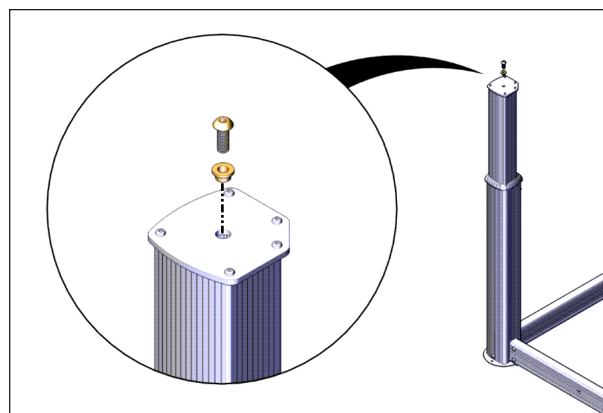

FIGURE 46: ATTACHER LES MANCHONS AUX VÉRINS
23. Installer la vis à tête hexagonale 3/8 po x 1 po avec la douille 7/32 po (5,5 mm) précédemment retirée des vérins. La partie étroite de la douille doit pointer vers le bas, voir Figure 46.